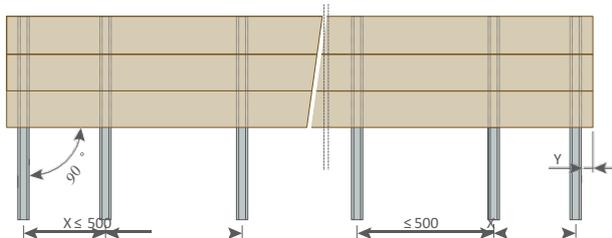

Рис.1: установка под 90°
- Установка под 90° (рис. 1): возможна для всех упомянутых опорных балок в данном руководстве.